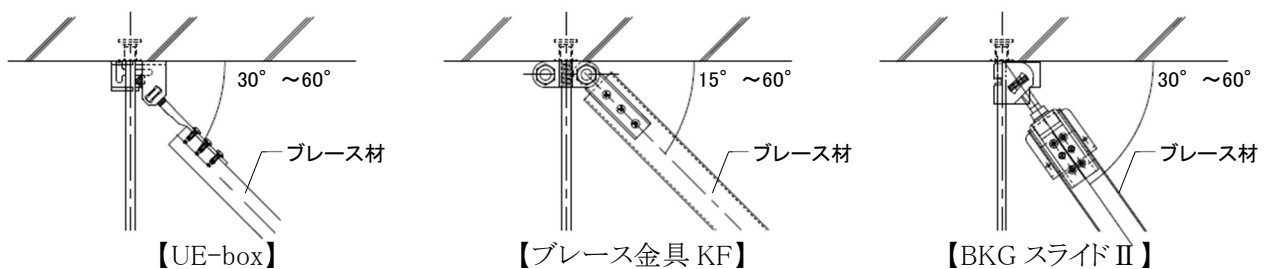

図 2-7-6 ブレース設置角度
- ③ブレースの設置角度は  $30^{\circ} \sim 60^{\circ}$  の範囲(ブレース金具 KF の場合は  $15^{\circ} \sim 60^{\circ}$  の範囲)となるように設置し、ブレース上部取付金具の取付位置は、インサート、スラブに金具が当たるまでとする。(図 2-7-6 参照)